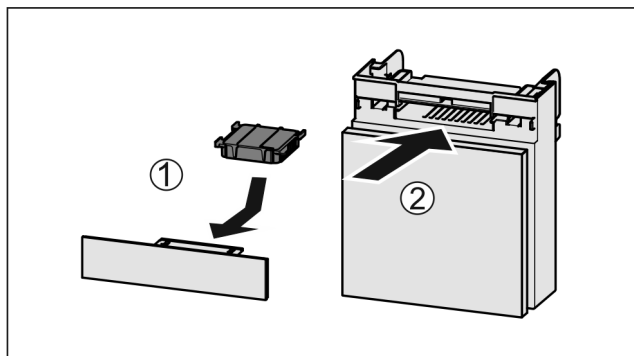

Fig. 99
- ▶ Anbring aktivkulfilteret som vis på billedet Fig. 99 (1).
- ▶ Skub rummet ind Fig. 99 (2).